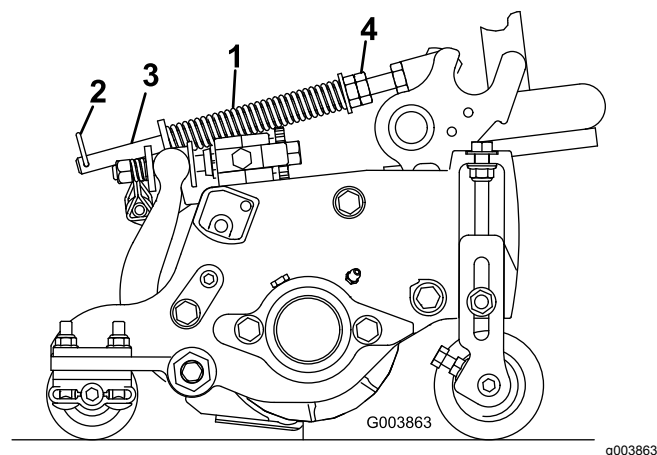

Figure 14
- Serrez les écrous hexagonaux sur l'extrémité avant de la tige de ressort jusqu'à ce que la longueur du ressort comprimé soit égale à 12,7 cm sur les plateaux de coupe de 12,7 cm ou à 15,9 cm sur les plateaux de coupe de 17,5 cm (Figure 14).
Le ressort de compensation transfère aussi le poids du rouleau avant au rouleau arrière (Figure 14). Cela évite la formation d'ondulations à la surface de la pelouse.
- Vérifiez que la goupille fendue est insérée dans le trou de la tige de ressort (Figure 14).